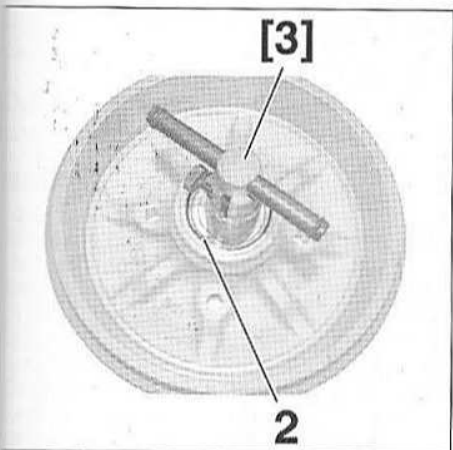

FIG.51
- Déposer le circlips (2) à l'aide de l'outil [3] (Fig.51).